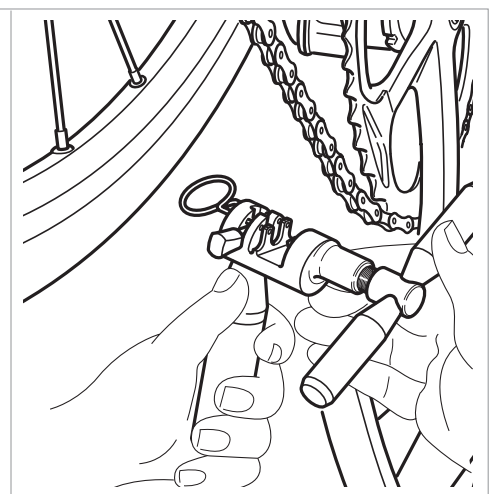

Fig.16
- Posizionate l'utensile UT-CN400 come indicato in Fig. 16 (dal lato esterno della catena verso l'interno).